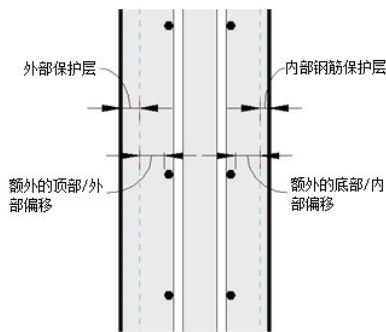

图 13-60 结构区域钢筋示意图
- 额外的顶部 / 外部保护层偏移：指定与顶部 / 外部钢筋保护层的附加偏移。这允许在不同的区域钢筋层一起放置多个钢筋图元，如图 13-60 所示。
- 额外的底部 / 内部保护层偏移：指定与底部 / 内部钢筋保护层的附加偏移。这允许在不同的区域钢筋层一起放置多个钢筋图元，如图 13-60 所示。